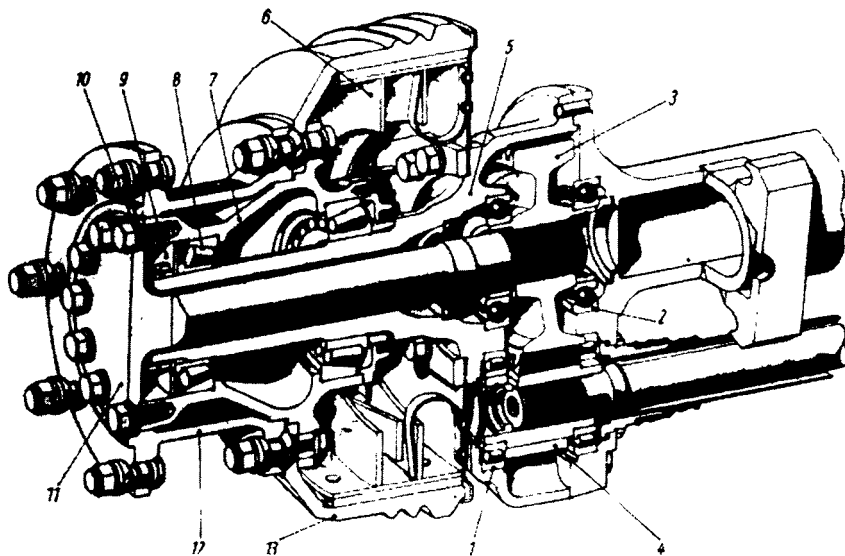

Рис.65 Редуктор колеса
Редуктором колеса (рис.65) достигают еще одну понижающую передачу. Обе цилиндрические шестерни (3, 4) вращаются в паре роликотоподшипников с цилиндрическими роликами (1) и радиальных шарикоподшипниках (2).